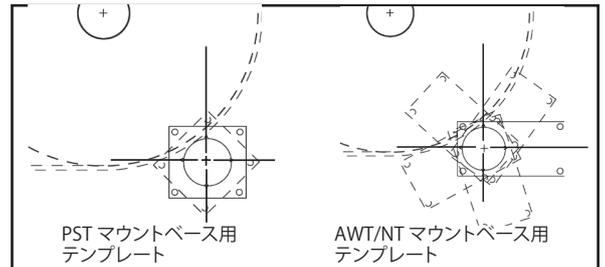

図 3 大きなテンプレート穴の切り欠きをポールのセンターマークに合わせる
- ポールの位置が内側に寄りすぎている場合 - 初期のブレードとベルトの接触点に隙間がないと、(図3)ブレードの先端がベルトに適切に接触していない可能性があります。この場合、ブレードが押し戻され、クリーニング効果を失う恐れがあります。また、ブレードの先端にフラップが発生し、搬送物が詰まる原因となることもあります。
3. マウントベースの穴をマークして切断します。説明書のパックに含まれるマウントベースのテンプレートを使用し、大径ポール穴をシュート上に配置し、穴のノッチがレイアウトラインと一致するように位置決めします。ポール用の穴およびボルト取付け用の穴の形状をなぞります。(図3) 各ベースは、ポールの中心点を変えない限り、360°の任意の位置に取り付け可能です。シュートの両側に穴を切り抜きます。